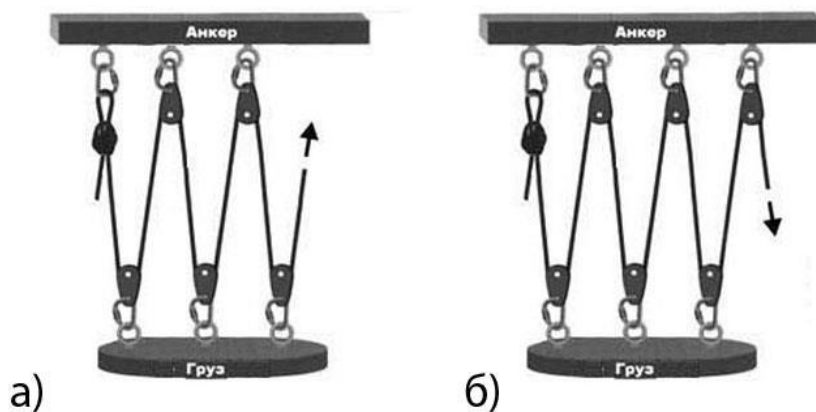

Рис.1
2. Рассмотрим две схемы организации полиспаста с одинаковым передаточным отношением, например, 6:1. Их отличие состоит в отсутствии и наличии обводного ролика (Рис.1).